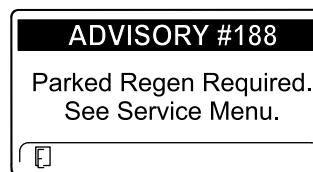

Figura 44
- Regeneración estacionaria necesaria AVISO N° 188 (Figura 44)